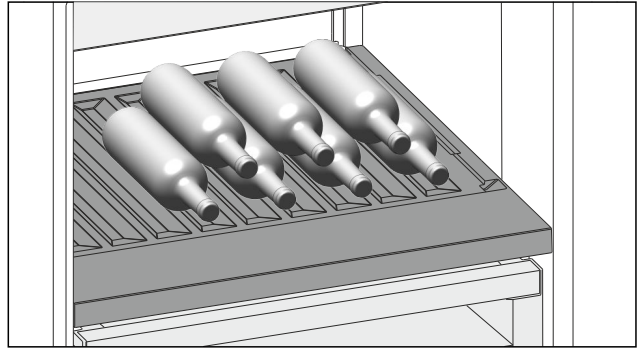

Fig. 124
- ▶ Поставяйте бутилките с дъното назад към задната стена. (виж Fig. 124)